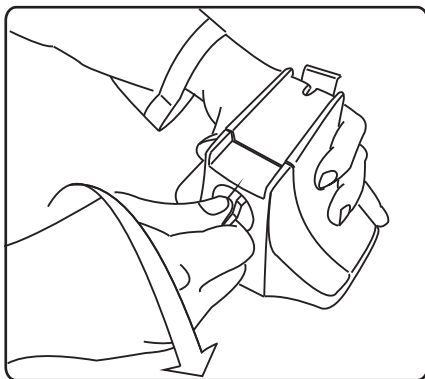

Рис. 4
3. Поворотом ключа по часовой стрелке на угол $\approx 90^\circ$ откройте замок (рис.4).